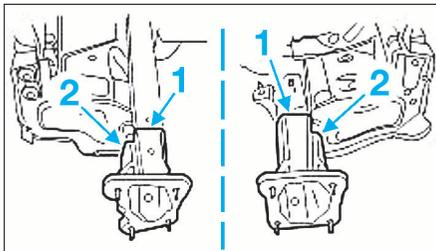

FIG. 1
- Tracer la zone de coupe sur les 2 parties du longeron (Fig.1).